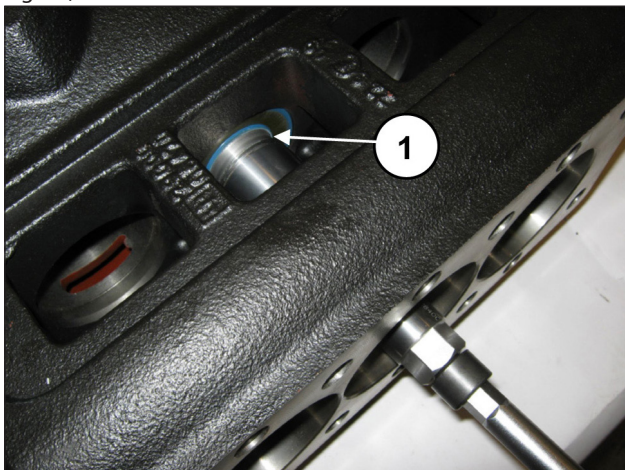
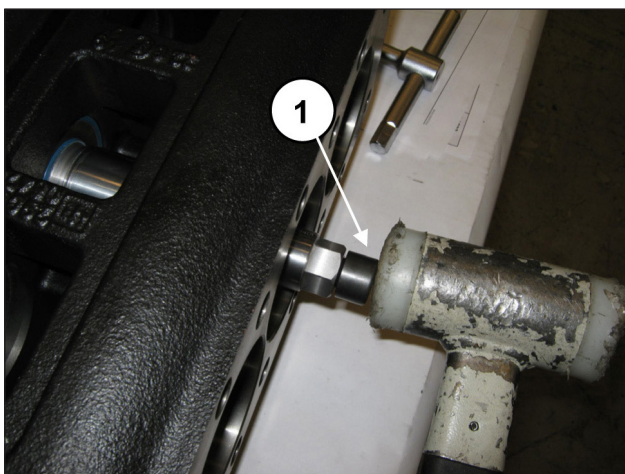

Fig. 34
Fig. 35
Inserire l'attrezzo tra lo stelo e il labbro del paraolio (pos. ①, Fig. 34) e mediante massa battente provvedere al completo inserimento del tratto conico all'interno del paraolio (pos. ①, Fig. 35).